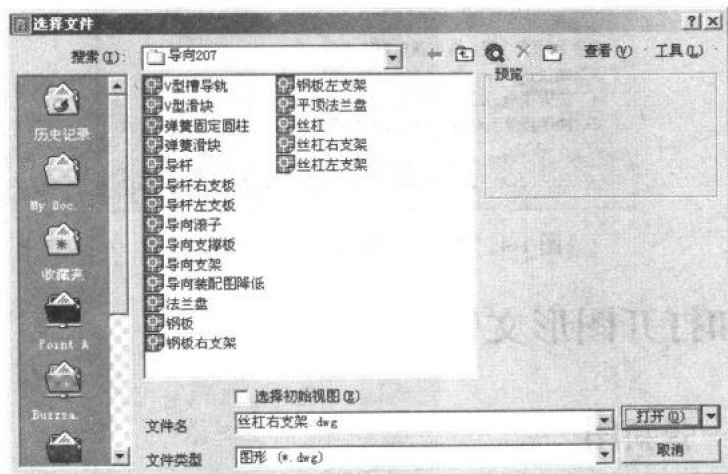
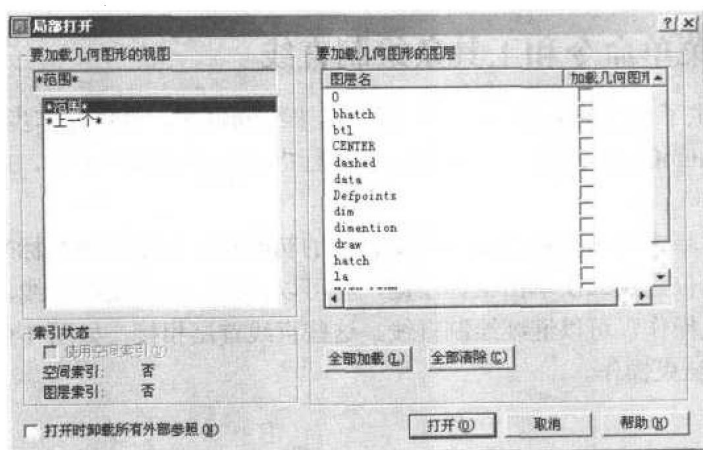

图 1-6 “选择文件”对话框
图 1-7 “局部打开”对话框
- (1) 执行“文件 / 打开”命令, 得到如图 1-6 所示的“选择文件”对话框。
可以在一个 AutoCAD 窗口中打开多个图形文件而不会导致系统的性能下降。在图 1-6 所示的对话框中, 使用 Shift 或者 Ctrl 键配合鼠标左键就可以选中多个图形文件, 然后单击“打开”按钮即可, 这样可以节省打开文件的时间。
- (1) 在图 1-6 的对话框中, 单击“打开”按钮旁边的箭头, 展开一个下拉列表。选择其中的“局部打开”选项, 得到一个“局部打开”对话框, 如图 1-7 所示。